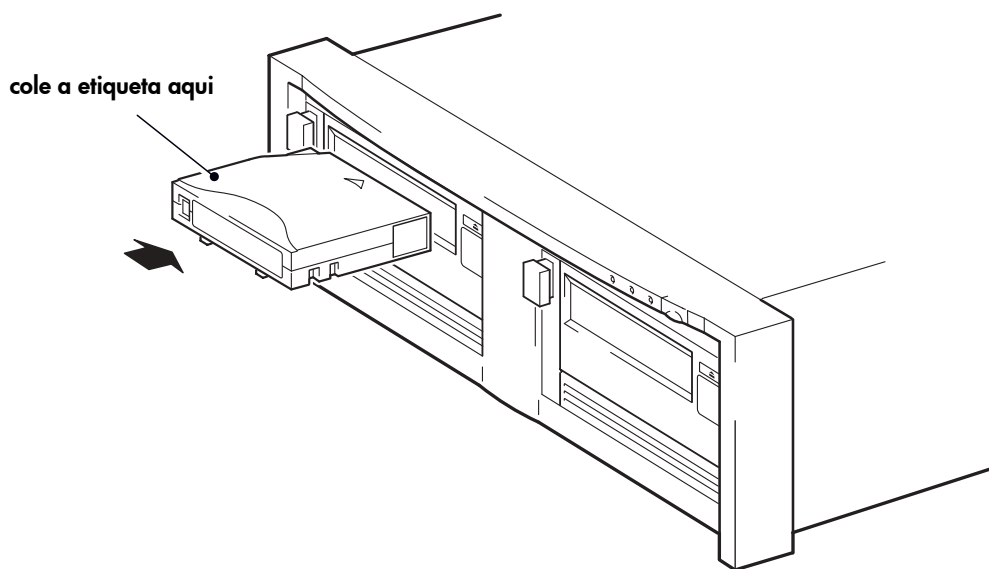

Figura 6a: carregar um cartucho
- 1 Insira o cartucho no slot, na parte frontal da unidade, com a seta branca voltada para cima e na direção da porta da unidade. Pressione suavemente até a unidade segurar o cartucho e carregá-lo. (Consulte a Figura 6a.)